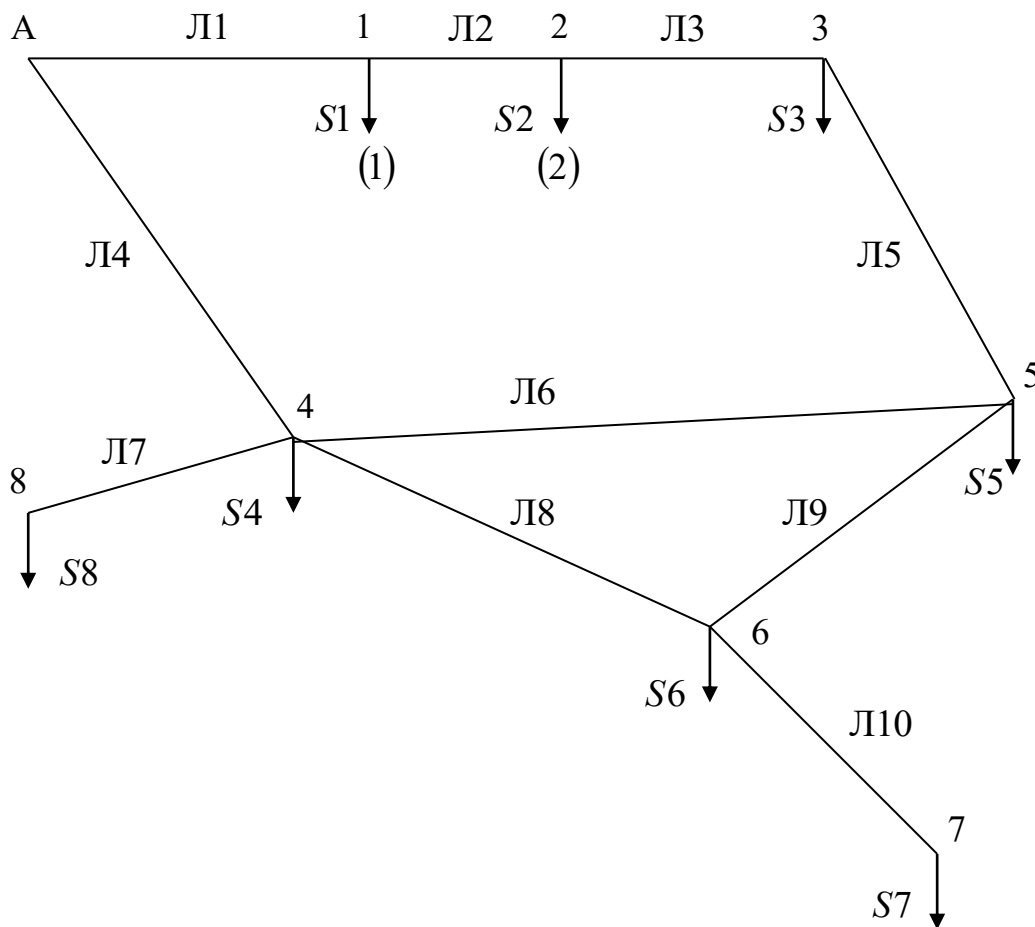

Рис. 1. Схема электрической сети
Балансирующим и одновременно базисным узлом является подстанция "А" электрической сети, рис. 1, входящая в состав объединенной электроэнергетической системы.
Нейтрали автотрансформаторов заземлены. На подстанциях потребителей установлены по два трансформатора, число заземленных нейтралей показано цифрой в скобках на рис. 1.
1. Электроснабжение потребителей электроэнергии в узлах нагрузки возможно осуществить от подстанции "А" энергосистемы и от электрических станций, входящих в ЭЭС. Географическое расположение подстанции "А" и узлов электроэнергетической сети дано на рис. 1.